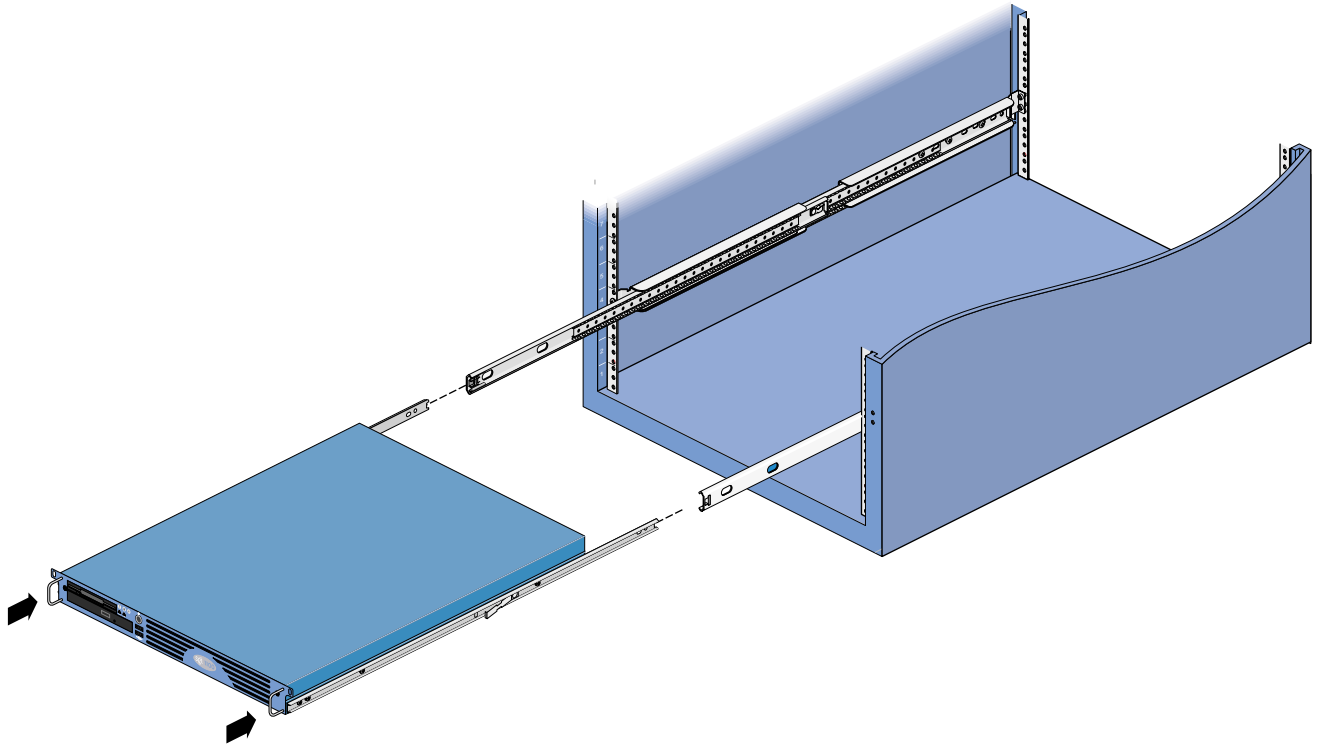

Figura 2-10 Deslizamiento del chasis en los rieles del bastidor
2. Deslice el chasis del servidor SGI 1100 en los rieles corredizos que ha extendido (consulte los detalles en la Figura 2-10). Cuando el chasis se haya insertado por completo, los dos rieles corredizos emitirán un chasquido y quedarán bloqueados en posición.